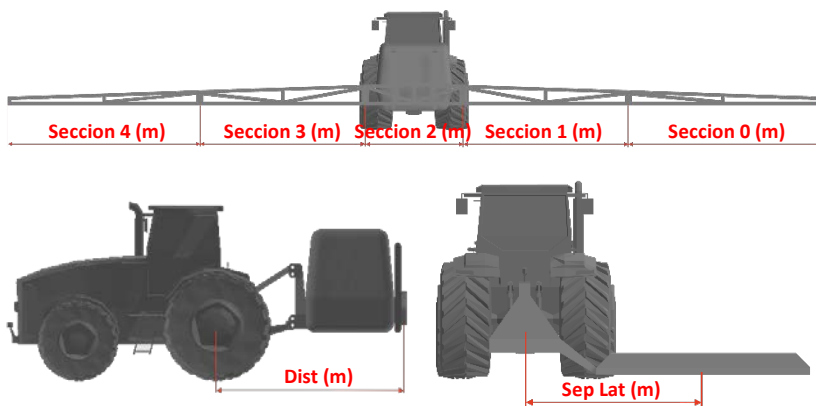

Figura 19: Dimensiones del accesorio
- **Dist (m).** Distancia desde el eje de rotación del vehículo hasta el punto de aplicación del apero. Especificada en metros. Ver Figura 19.
- **Sep Lat (m).** Desplazamiento lateral del accesorio, expresado en metros. Ver Figura 19.
- . Botones para la activación (ON) y desactivación (OFF) de cada sección.
La Figura 19 muestra las dimensiones que es necesario configurar para un implemento agrícola.